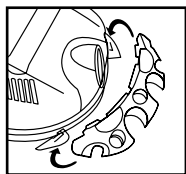

FIGURE 10
11. Placez-vous derrière l'appareil. Saisissez le porte-outils et positionnez-le avec les onglets face au dos de l'appareil. **FIGURE 10.**